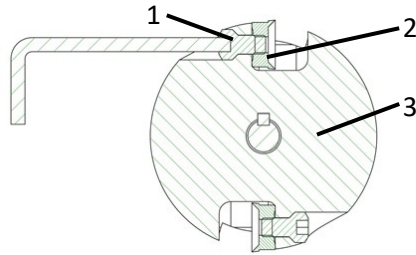

Fig. 20: Remplacement des copeaux
- > Desserrez les vis de copeau (1 - Fig. 20) sur la tête de fraisage (3 - Fig. 20) avec une clé Allen d.
- > Remplacez les copeaux circulaires (2 - Fig. 20) ou tournez-les de 180°.